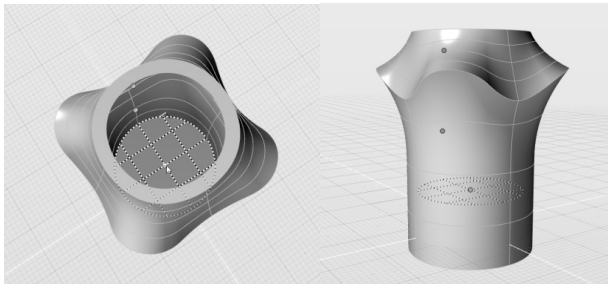

图 4-113 选中底部亮蓝色控制点（左）并向 Z 轴正向拖动（右）
5) 选中位于底部面上的控制杆并向上拖动，可单独调整该面上的抽壳厚度，如图 4-113 所示。